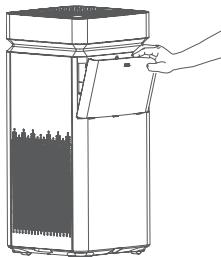

Figura 1
1. Use a pega para abrir o painel traseiro (figura 1).